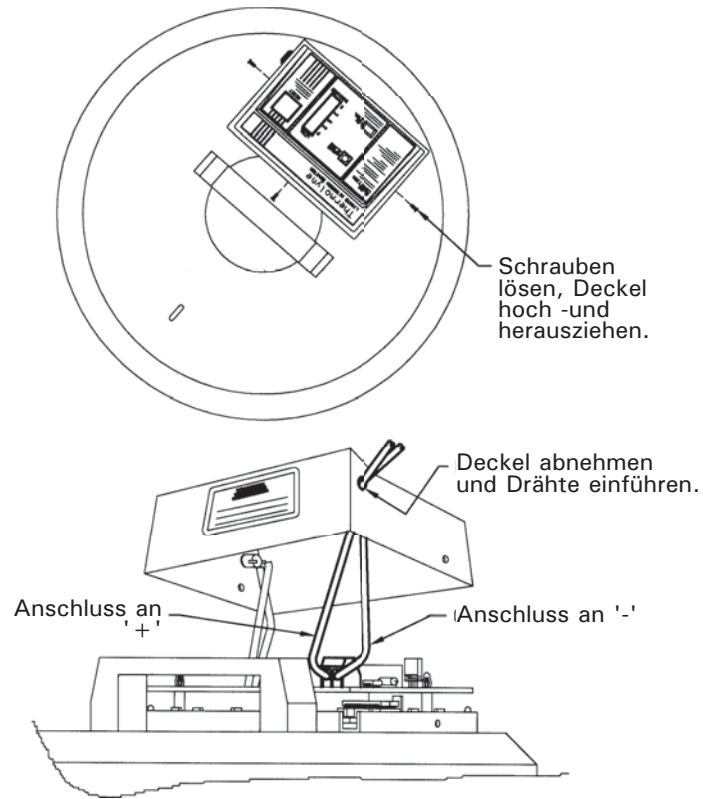

Abb. 6-1. Fernalarmanschluss
2. Lösen Sie die drei Schrauben an der Abdeckung des LN2-Füllstandmonitors. Ziehen Sie die Abdeckung ab (siehe Abb. 6-1).
4. Siehe Abb. 6-1, -2 und -3 für die Anbringung der Fernalarmkontakte.